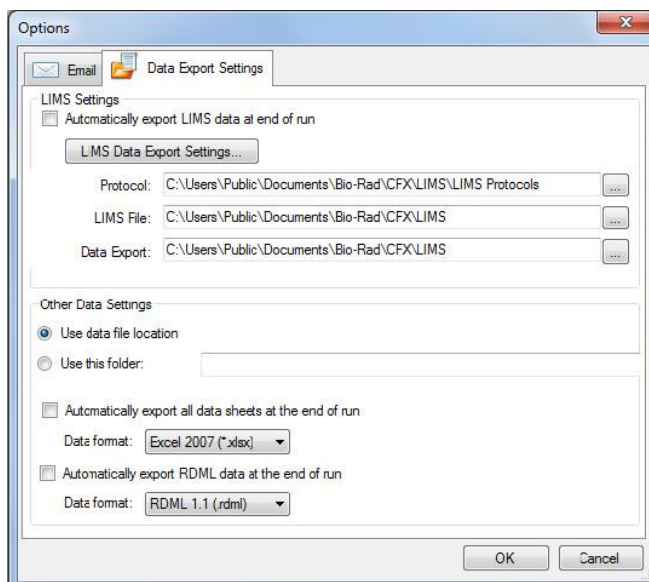

Рис. 100. Окно Options, отображающее закладку LIMS Settings
1. Выберите **Tools > Options (Инструменты > Опции)** в главном меню программного обеспечения, затем выберите закладку **LIMS** (Рис. 100) для определения местоположения папки, которая будет содержать протокол LIMS (\*.prcl), файл LIMS (\*.plm) и экспортированные данные.
2. По завершении анализа может быть автоматически сгенерирован файл для экспорта данных, в дополнение к файлу данных \*.pcrd ПО CFX Manager . Выберите кнопку-флажок **Automatically Export Data after Run (Автоматически экспортировать данные по завершении эксперимента)** (Рис. 100) для автоматического экспорта данных по окончании анализа.
По завершении будет сгенерирован файл данных программного обеспечения CFX Manager (.pcrd) и сохранен в определенное местоположение в папку экспортированных данных (Рис. 100).